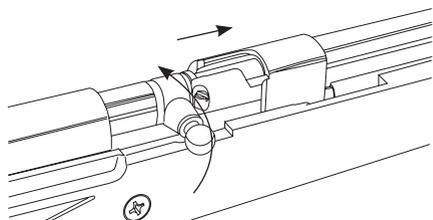

Fig. 9
- Tourner la tige de la chambre dans le sens des aiguilles d'une montre pour la placer en position de repos, puis la pousser vers l'avant, en position de chargement. (Fig. 9)